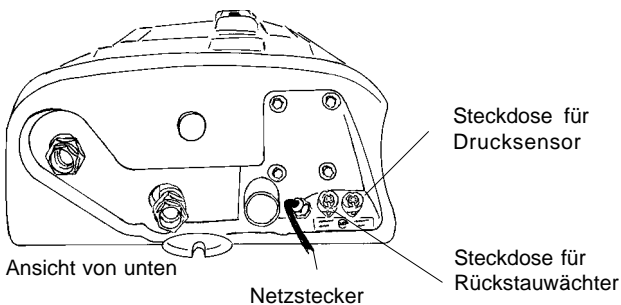

Bild 20
- Stecker vom Drucksensor des Auffangbehälters in die rechte Sensor-Steckdose des Regenmanagers stecken, siehe Bild 20.
- Stecker des Rückstauwächters (als Zubehör erhältlich) in die linke Rückstauwächter-Steckdose des Regenmanagers stecken, siehe Bild 20.